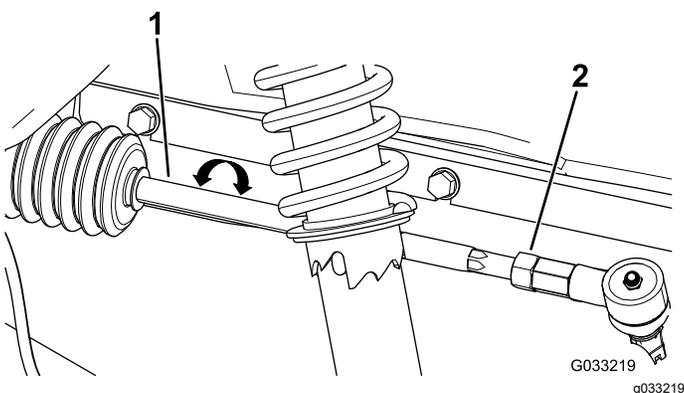

Figura 49
2. Se a medição obtida não se situar entre 0 e 6 mm, desaperte as porcas de retenção nas extremidades das barras (Figura 49).